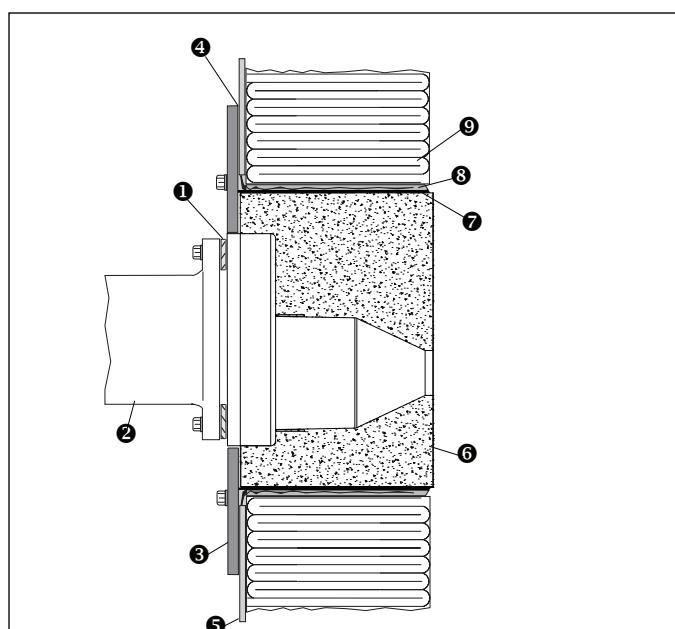
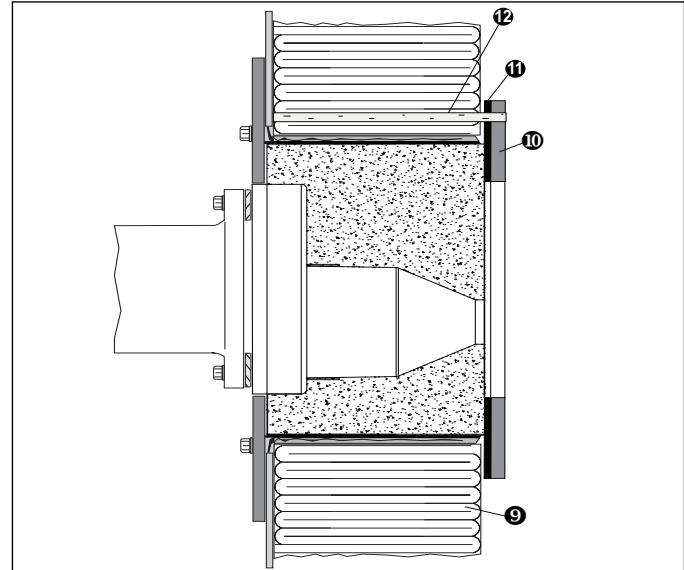

图 3.4 纤维衬套炉膛
图 3.5
(请参见图 3.4 和图 3.5)
- 对于超过 2200 °F(1200 °C) 的应用，应按图 3.5 所示安装适用于炉膛设计温度的陶瓷纤维板护罩 ⑪。
- 使用高压常温凝固耐火接合剂 ⑫ 和陶瓷固定装置 ⑬ 将护罩 ⑪ 固定到耐火燃烧室 ⑥ 和纤维衬套 ⑨ 上。